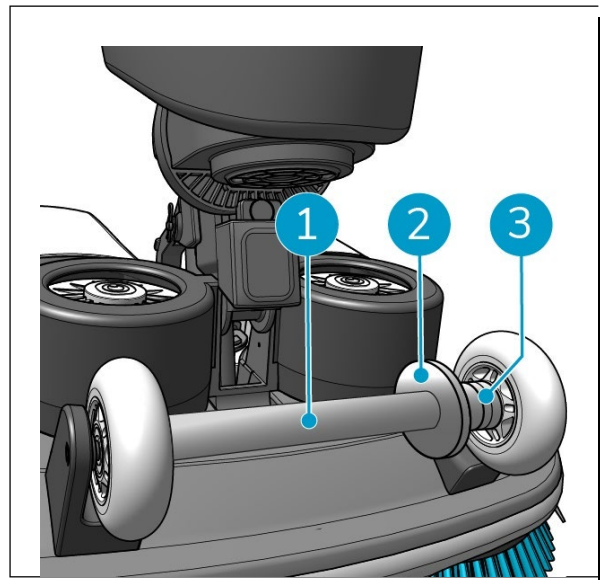

Figura 16
4. Coloque la barra de acero (figura 16, pos. 1) entre las dos ruedas de la i-mop XL y apriete el anillo pequeño (figura 16, pos. 3).
5. Apriete el anillo grande (figura 16, pos. 2) para fijar la conexión.